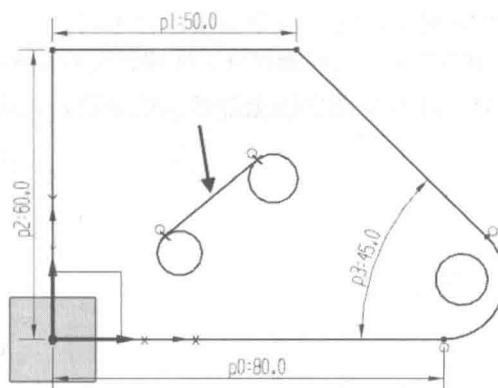

图 1-1-10 绘制一条公切线
(6) 在【草图工具】工具条中选择 L （直线）按钮，在【捕捉点】工具条中选择 P （点在曲线上）按钮，然后选择两段圆弧，按照图 1-1-10 所示绘制一条公切线；同样选择另一侧圆弧，绘制另一条公切线，如图 1-1-11 所示。